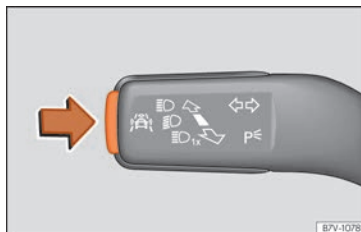

**Fig. 83** En la palanca de intermitentes y de luz de carretera: tecla para los sistemas de asistencia al conductor.
- Pulse brevemente la tecla » » » **fig. 83** para abrir el menú **Asistentes**.